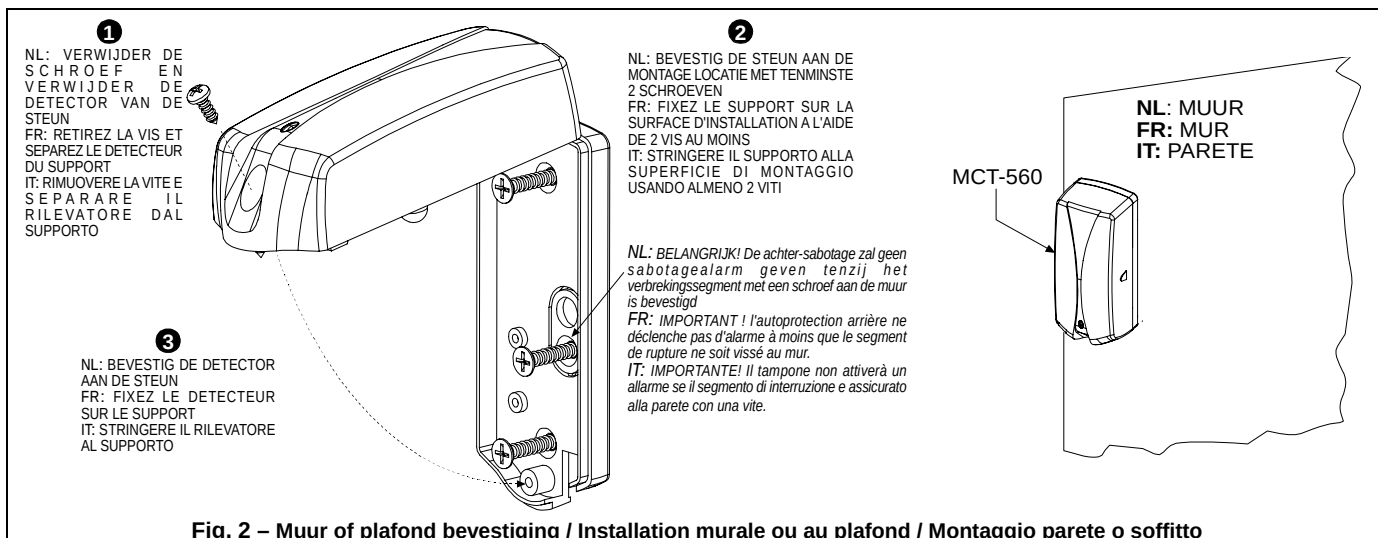

Fig. 2 – Muur of plafond bevestiging / Installation murale ou au plafond / Montaggio parete o soffitto
Seguire le istruzioni nelle fig. 2 e 3 mostrando come aprire il coperchio del rilevatore e ottenere accesso all'interruttore DIP.
Imposta i tasti funzione come desiderato prima di accendere (vedere fig. 2) per consentire gli allarmi di temperatura, selezionare almeno un punto di temperatura secondo la tabella 2. Usare una penna a sfera o altro oggetto appuntito per cambiare le leve.
2. Inserire la batteria tra le clip (vedere fig. 2) alla corretta polarità. Per il corretto funzionamento, solo ua batteria al litio (Panasonic /Sanyo tipo Cr2 o equivalente) deve essere usata, Nota: quando si sostituisce una batteria, è necessario attendere 30 secondi tra la rimozione della batteria usata e l'inserimento di quella nuova.